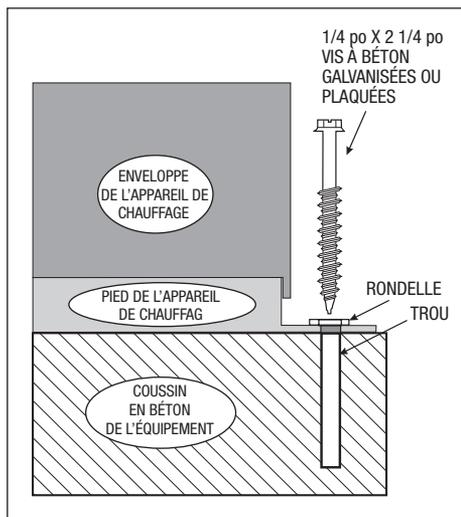

Figure 2. Ancrer l'appareil de chauffage au contrefort de l'équipement.
Les vis de fixation ne sont pas fournies avec cet appareil de chauffage. Après avoir placé l'appareil de chauffage sur le coussin d'équipement, percer un trou dans le béton à chacune des quatre (4) languettes sur les pieds de l'appareil de chauffage. (La taille de la mèche pour perceuse est habituellement fournie avec les vis à béton lors de l'achat). Placer une vis dans chacun des trous et fixer l'appareil de chauffage au coussin d'équipement, voir la figure 2. **Ne pas trop serrer les vis.**